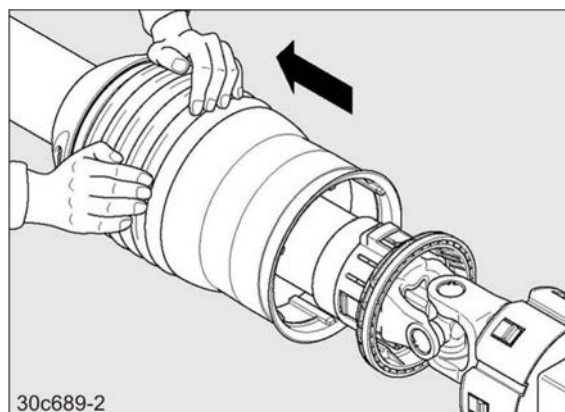

Fig. 91
3. Forskyd sikringsenheden på kardanakslen (Fig. 91).